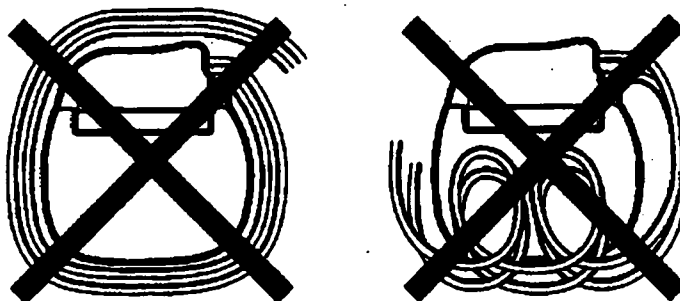

Figura 12. No enrolle la extensión ni el conductor del adaptador alrededor del neuroestimulador o delante de este.
- No enrolle la extensión ni el conductor del adaptador alrededor del neuroestimulador o delante de este (Figura 12). Si los enrolla alrededor del neuroestimulador aumentará la posibilidad de que los cables se deslicen entre el neuroestimulador y el adaptador. Si coloca los cables delante del neuroestimulador aumentará la posibilidad de que se retuerzan, de que se generen interferencias con las operaciones de telemetría o de recarga y de